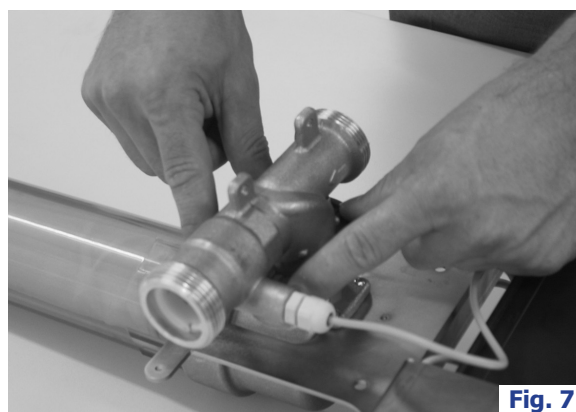

Fig. 7
G. Tenir compte du sens de débit indiqué par la flèche et vérifier si l'anneau d'arrêt est bien encliqueté (**fig. 7**). L'appareil peut également être monté sur une conduite verticale en modifiant la position du bloc de raccordement.